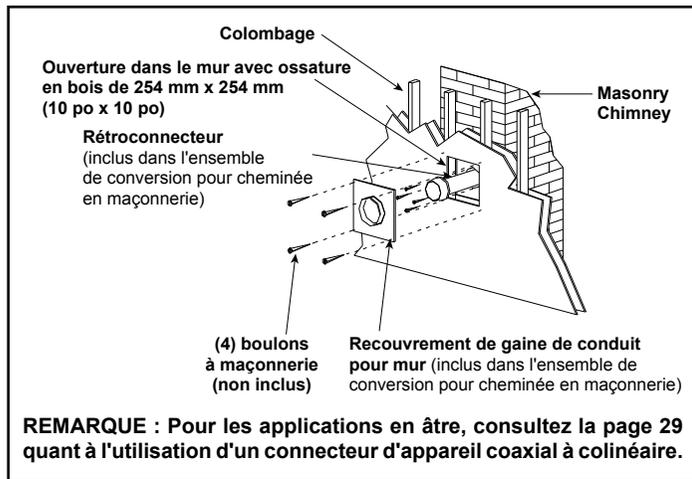
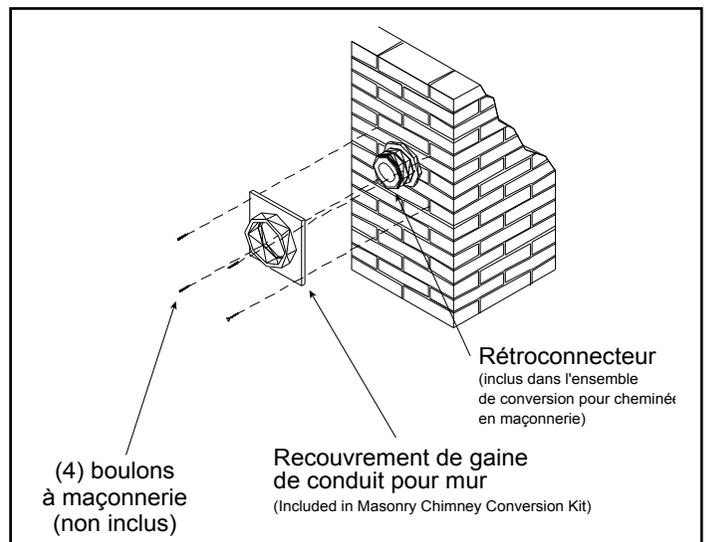

Figure 4.23
Figure 4.28
2. Une fois la position du centre déterminée, créez un orifice de diamètre 152 mm dans la maçonnerie. Si le trou est trop grand, le rétroconnecteur pourrait être installé incorrectement; si le trou est trop petit, l'appareil pourrait manquer d'air entrant. Si le mur en maçonnerie est recouvert d'un mur de bois, pratiquez-y une ouverture carrée de 254 mm (10 po) de côté (centrée sur l'orifice de 152 mm (6 po) dans le mur en maçonnerie). Si ce mur est seulement de panneaux de plâtre (sans charpente de bois), vous devrez quand même y pratiquer une ouverture de 254 mm (10 po), mais aucune charpente de bois ne doit y être installée. Si l'orifice est encadré de bois, une gaine de conduit pour mur est nécessaire. Cela permet d'installer le rétroconnecteur directement sur le mur de maçonnerie et d'obtenir les dégagements adéquats par rapport aux matériaux inflammables. Voir la Figure 4.23.
10. Glissez la gaine de conduit sur le rétroconnecteur et fixez-la en place avec des boulons de maçonnerie. Voir la Figure 4.28. Si un mur en bois doté d'une bâti recouvre la maçonnerie, utilisez des vis à bois pour fixer le couvercle de la gaine du conduit au mur, par-dessus le rétroconnecteur et dans l'ouverture carrée de 254 mm (10 po). Consultez la figure 4.23. Si nécessaire, ajoutez une section directe de conduit d'évacuation au rétroconnecteur pour le prolonger et passer par l'ouverture du couvercle de la gaine de conduit.